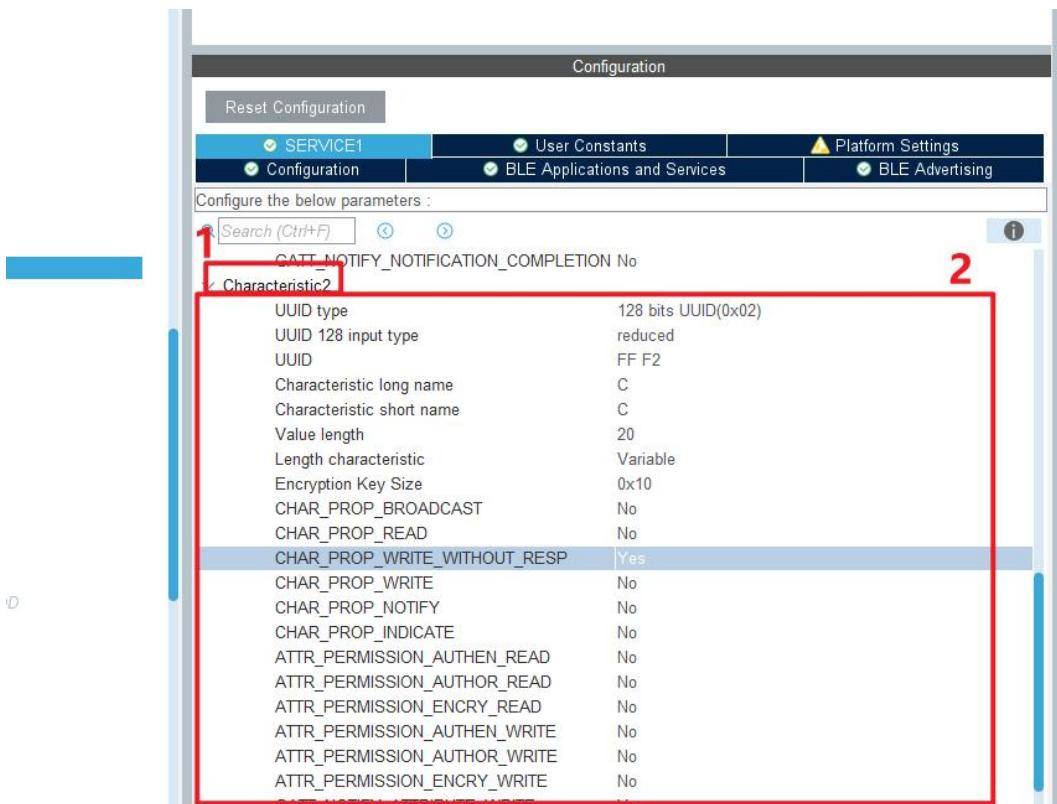

图 5.11
11. 如图 5.11 所示, 按照如图配置好 Characteristic2 参数。